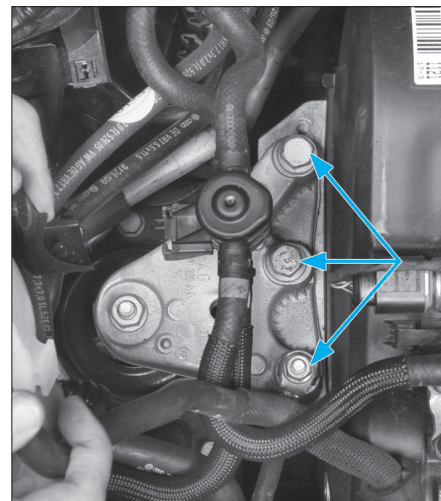

FIG. 16
- les vis à 6 pans du palier d'organes droit hors du palier de moteur (Fig.16),